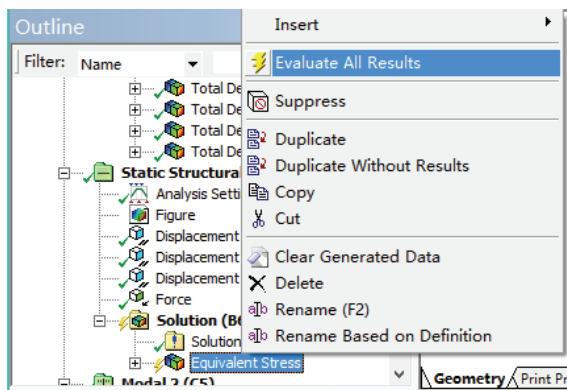
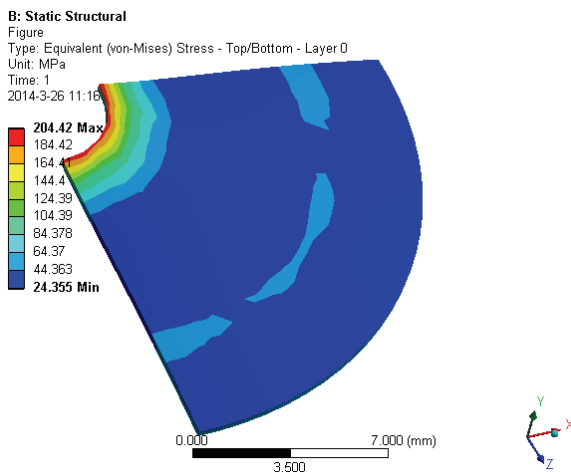

图 10-17 求解应力图
图 10-18 静态分析等效应力云图
4) 在 Outline 树结构图中的 Equivalent Stress 上单击右键，在弹出的快捷菜单中选择 Evaluate All Results，如图 10-17 所示，此时进行求解，求解后得到的图形如图 10-18 所示。